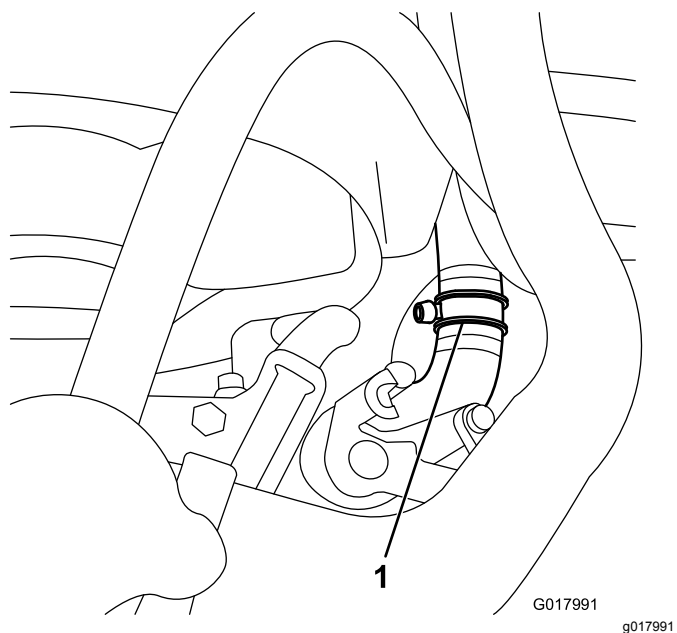

図 27
3. 下ラジエターホースがラジエターに入っているところから 54 mm のところでホースを切断する 図 27。
4. 切断した部分に T 字フィッティングを入れ、幅広のホースクランプ 2 個で固定する 図 27。